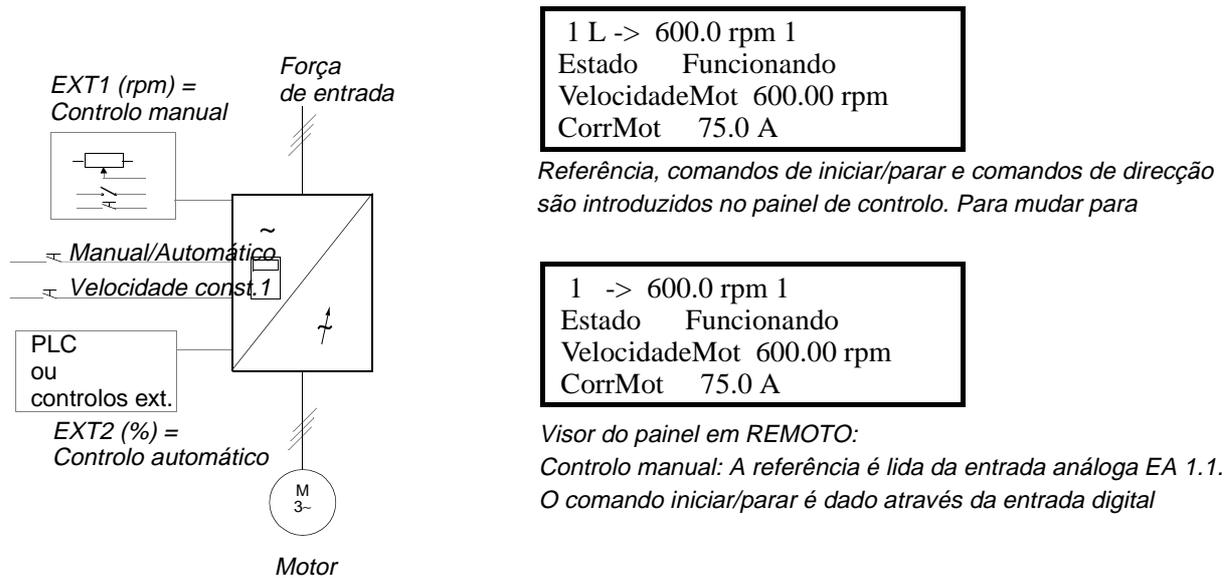

Figura 4-5 Macro Manual/Automático, visão geral do controlo
*Descrição* Os comandos de iniciar/parar e as definições de referência podem ser dados no painel de controlo do ACS 1000 ou de uma das duas estações externas de controlo, EXT1 (Manual) ou EXT2 (Automática) (veja *Figura 4-5*).